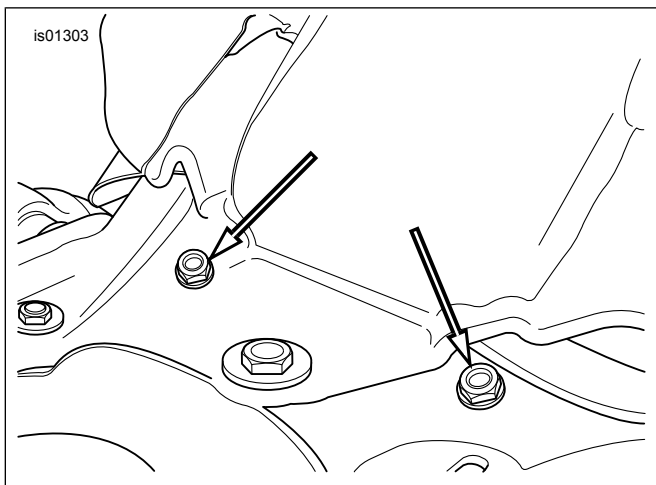

Figure 4. Enlever les écrous du garde-boue. (2002-2006 VRSCA/B/D)
3. Voir la Figure 4. Enlever les écrous du garde-boue.